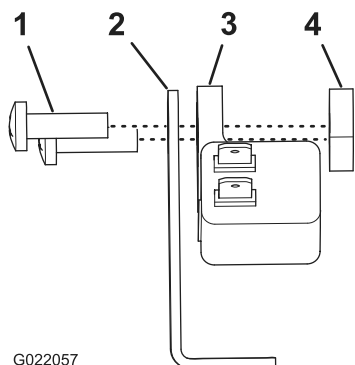

Figure 3
- Alignez le support de contacteur sur le contacteur à 2 broches, les broches étant orientées en haut, et le bord le plus court du support étant sur le corps du contacteur (Figure 3).
- Positionnez le support sur le contacteur en alignant les trous du bord long du support et les trous du bord du contacteur (Figure 3).
- Fixez le contacteur sur le support au moyen des 2 vis et d'une plaque fileté (Figure 3).